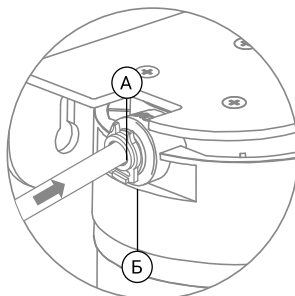

Рис. 4
3. Вставьте трубку в фитинг на вход (IN) в фильтр через цанговое кольцо (Б) и стопорную клипсу (А) до упора (рис. 4). Для герметизации соединения, приложите дополнительное усилие, при этом трубка утопится еще примерно на 3 мм и будет плотно обжата резиновым кольцом фитинга. Аналогичным способом подключите трубку.